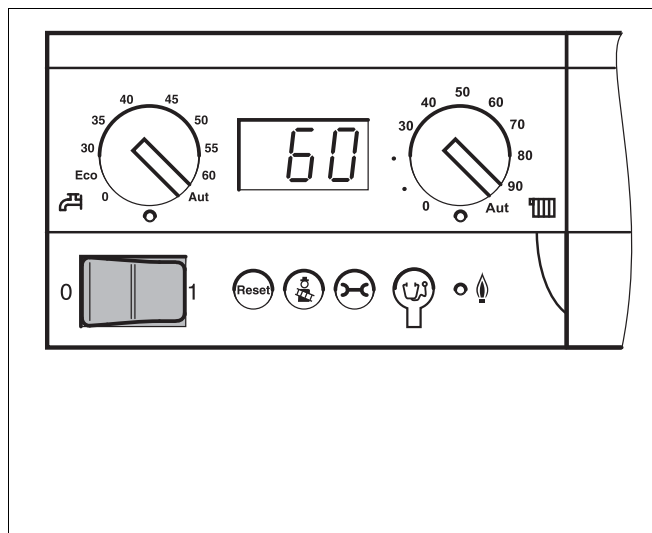

Fig. 6 Regolatore di base Logamatic BC10
- Accendere l'interruttore d'esercizio (fig. 6) del dispositivo di controllo base, portandolo in posizione "1" (On). Il dispositivo di controllo verifica lo stato attuale dell'impianto ed eventualmente attiva il bruciatore.